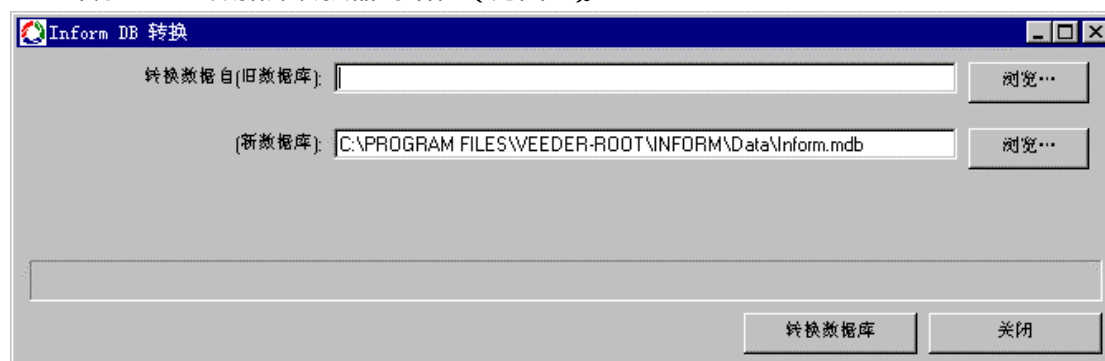

图 2. Inform 数据库转换器对话框
2. 出现 Inform 数据库转换器对话框 (见图 2)。